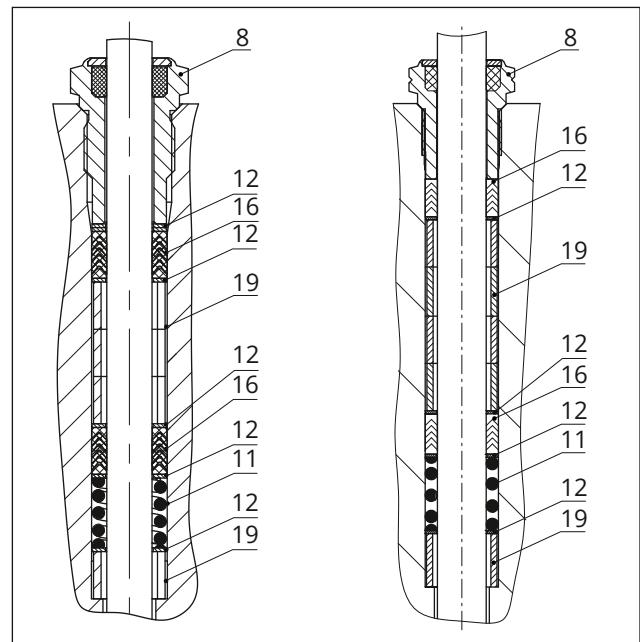

Fig. 25: Empaquetadura estándar: DN 15...40/NPS 1/2...1 1/2 (izquierda) y DN 50...100/NPS 2...4 (derecha)
- Deslizar cuidadosamente las piezas de la empaquetadura por el vástago del obturador con una herramienta adecuada en su alojamiento. Prestar atención al orden de las piezas, ver Fig. 25.
- Presionar el obturador (5) en el asiento (4). Al hacerlo fijar la brida (2) con las tuercas del cuerpo (14). Apretar poco a poco y en cruz las tuercas del cuerpo. Prestar atención a los pares de apriete.
- Roscar el casquillo roscado (8) y apretarlo. Prestar atención a los pares de apriete.
- Colocar el puente (3) encima de la brida (2) y fijarlo con la tuerca castillo (92).
- Roscar sin apretar la contratuerca (10) y la tuerca de acoplamiento (9) en el vástago del obturador.
12. Deslizar cuidadosamente las piezas de la empaquetadura por el vástago del obturador con una herramienta adecuada en su alojamiento. Prestar atención al orden de las piezas, ver Fig. 25.
13. Presionar el obturador (5) en el asiento (4). Al hacerlo fijar la brida (2) con las tuercas del cuerpo (14). Apretar poco a poco y en cruz las tuercas del cuerpo. Prestar atención a los pares de apriete.
14. Roscar el casquillo roscado (8) y apretarlo. Prestar atención a los pares de apriete.
15. Colocar el puente (3) encima de la brida (2) y fijarlo con la tuerca castillo (92).
16. Roscar sin apretar la contratuerca (10) y la tuerca de acoplamiento (9) en el vástago del obturador.